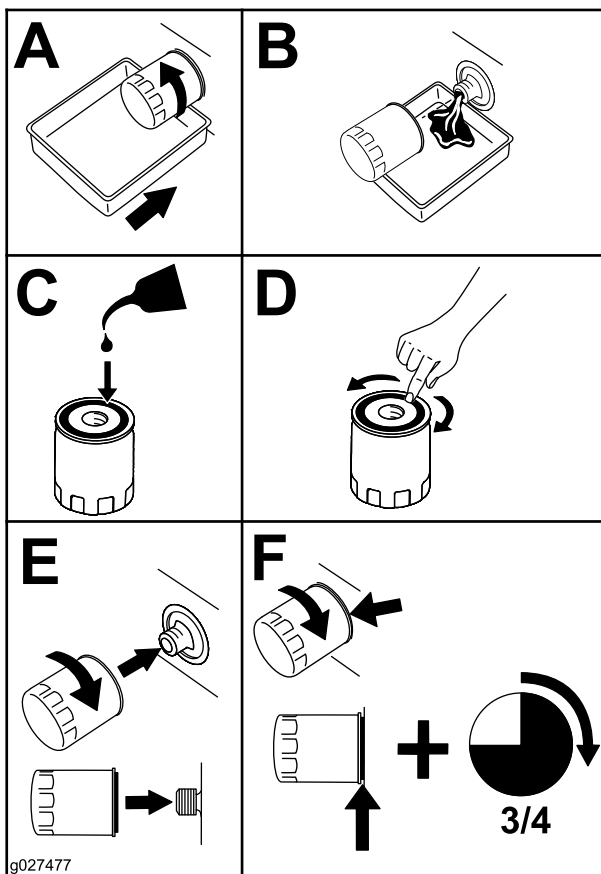

Figura 50
4. Cambiate il filtro dell'olio motore come mostrato nella Figura 50.